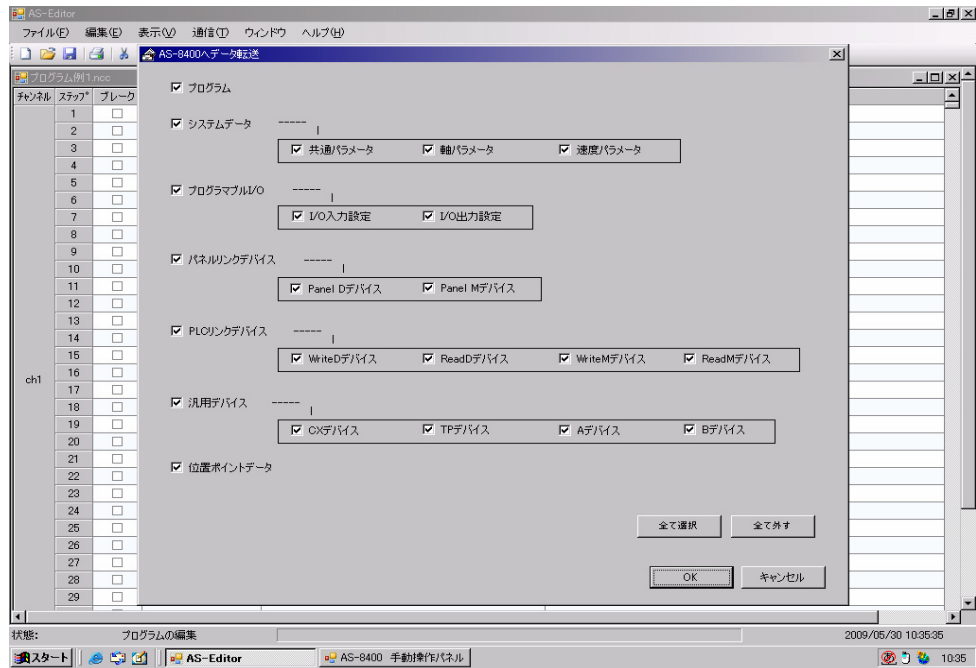

図 6
2. プログラム実行開始番号(チャンネル番号)を入力します。(図 6 )
3. 「プログラム実行」をクリックします。するとプログラムが実行され、テーブルが動きます。(図 6 )